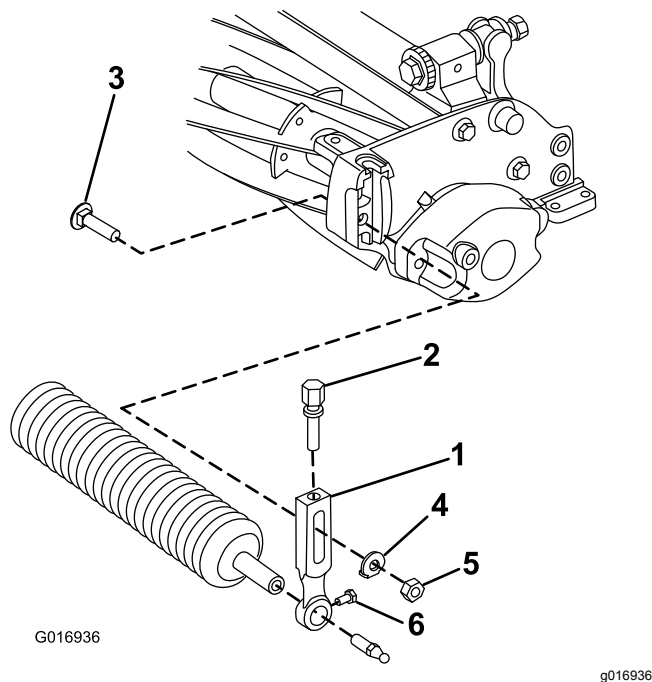

Figura 3
1. Togliete il bullone della lama, la rondella e il dado della flangia che fissano uno dei bracci dell'altezza di taglio alla piastra dell'apparato di taglio (Figura 3).
2. Allentate le viti per il montaggio del rullo nei bracci dell'altezza di taglio (Figura 3).
3. Fate scorrere l'albero del rullo nel braccio dell'altezza di taglio sull'estremità opposta dell'apparato di taglio (Figura 3).
4. Fate scorrere il braccio dell'altezza di taglio sull'albero del rullo (Figura 3).
5. Fissate il rullo sull'apparato di taglio, senza serrare, con il braccio dell'altezza di taglio e i fermi tolti in precedenza (Figura 3).
7. Serrate le viti per il montaggio del rullo (Figura 3).